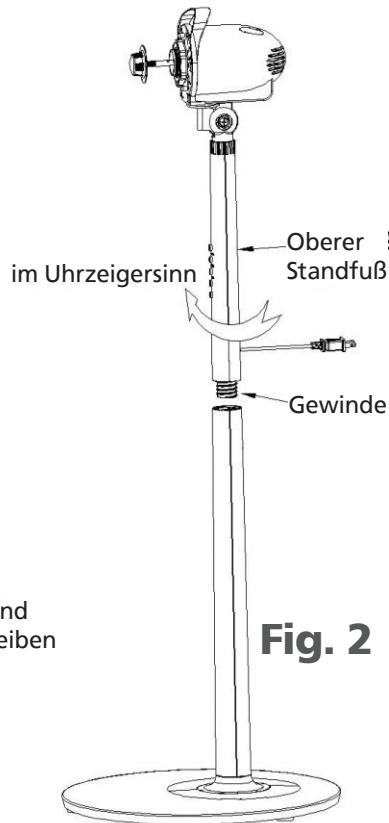

Fig. 2
- Stecken Sie dann den oberen Standfuß auf den unteren und drehen Sie ihn um Uhrzeigersinn fest (Fig. 2).